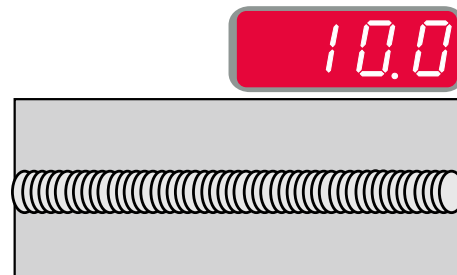

Figure 17
- Fréquence supérieure à 0,0 – Soudure étroite et vagues de solidification rapprochées, vitesse d'avance rapide. La Figure 17 illustre l'aspect d'une soudure réalisée avec une fréquence réglée à "+10".